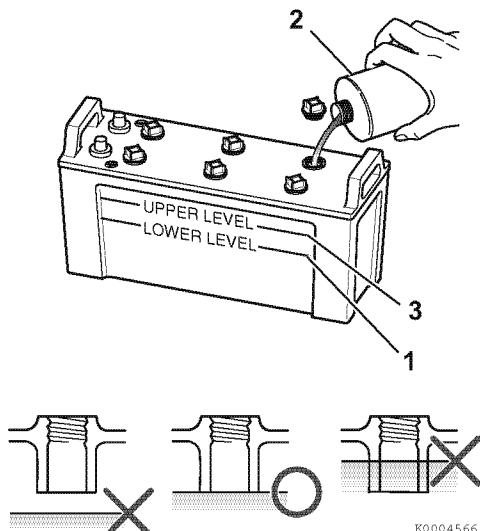

Figura 7
4. Se la quantità risulta inferiore al livello minimo (1, **Figura 7**), rabboccare con acqua distillata (2, **Figura 7**) (reperibile sul mercato) fino al limite massimo (3, **Figura 7**) contrassegnato sulla batteria.